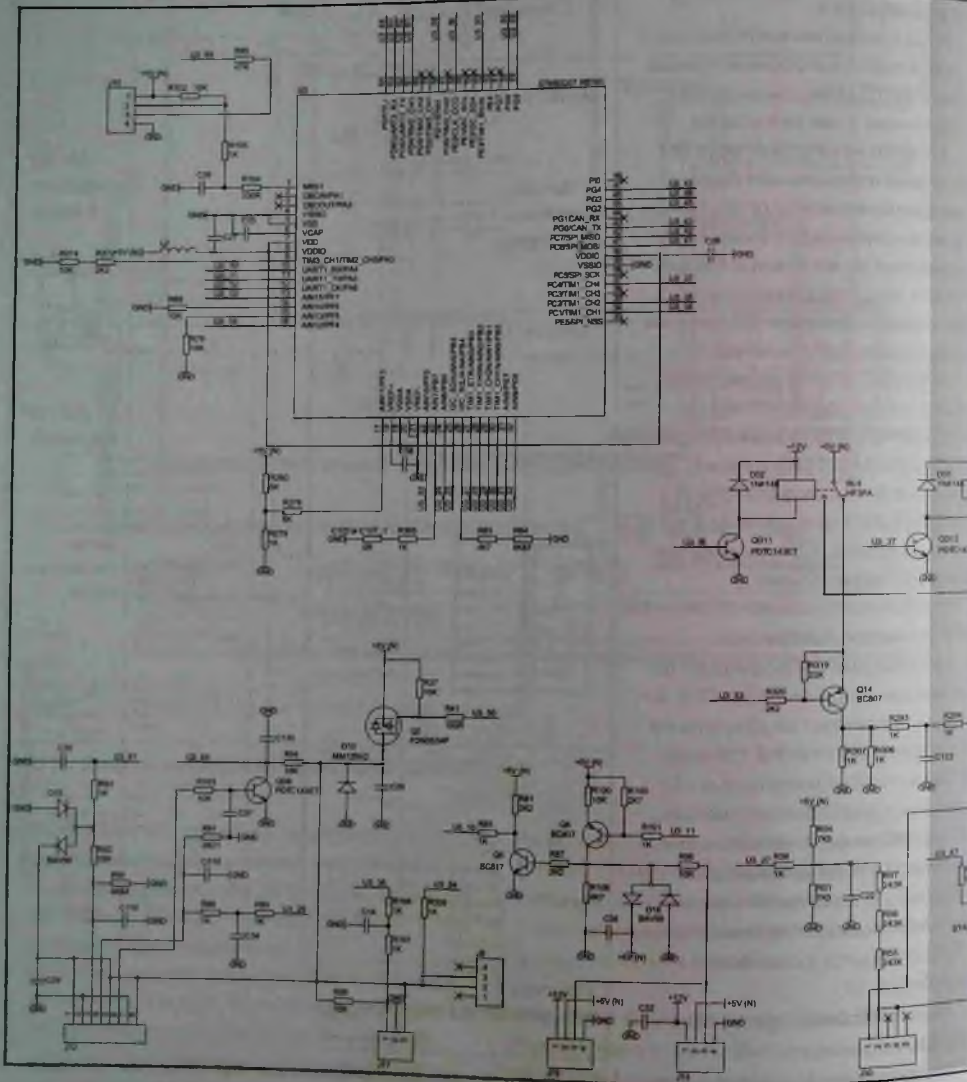

Рис. 5. Принципиальная электрическая
Рассмотрим состав и работу основных узлов ЭМ ЭМ EWX14 по принципиальной электрической схеме, приведенной на рис. 5.
1. Для удобства доступа к различным цепям и узлам в составе ЭМ с обратной стороны ЭМ имеются контактные площадки (контрольные точки), которые соответствующим образом промаркированы (буква «S» и число). Эти точки не отражены на схеме ЭМ (рис. 5), в описании ЭМ также не упоминаются.
3. Так как на печатной плате ЭМ нанесены позиционные обозначения всех компонентов (в том числе и не установленных), то схема их расположения не приводится. Соединители, не установленные в рассматриваемой версии ЭМ, на схеме (рис. 5) имеют обозначение «NF».
4. На рис. 5 цепи температурных датчиков (NTC DRY-IN (1), NTC DRY-OUT(2)) и вентилятора сушки (FAN MOTOR), а также помпы для концентрата (SW/MIXED PUMP) не отражены, в то время как цепь ТЭН сушки приведена в полном объеме.
2. В описании и на принципиальной электрической схеме (рис. 5) для напряжений +5 и +12 В равнозначны обозначения +5V и +12V соответственно.